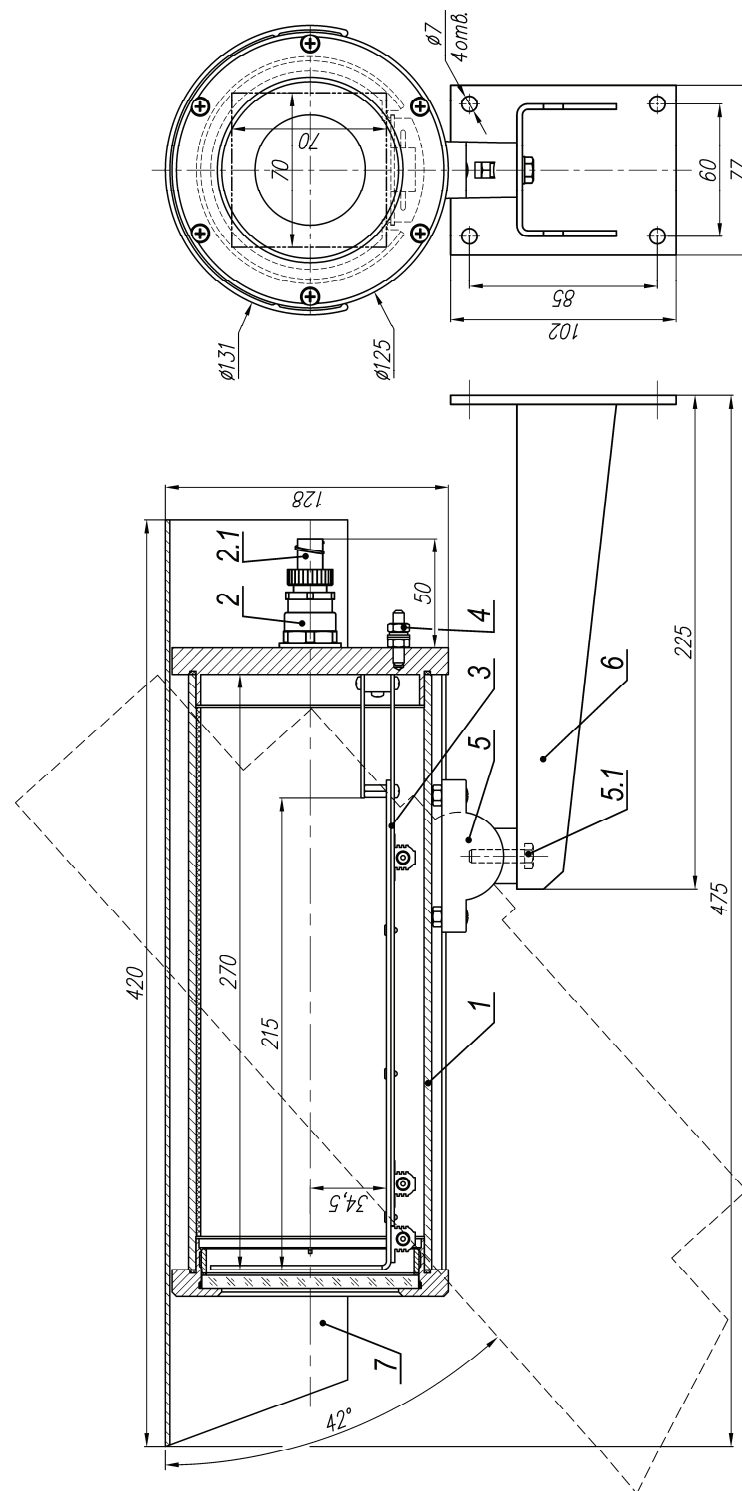

Рис.1 Состав и габаритноустановочные размеры ТГБ-4Г
2. Выдвинуть модуль видеокамеры (поз.3 рис.1) из кожуха.
9. Обеспечить защиту кабелей во взрывоопасной зоне металлорукавом. Металлорукав фиксируется на гермовводе с помощью держателя металлорукава (поз.2.1 рис.1).
10. Ослабив болт фиксации шарнира (поз.5.1 рис.1), установить гермобокс на нужное направление обзора, после чего надёжно зафиксировать шарнир затянув болт.
11. Заземлить гермобокс с помощью клеммы заземления (поз.4 рис.1).
В состав изделия входят (см. рис.1):